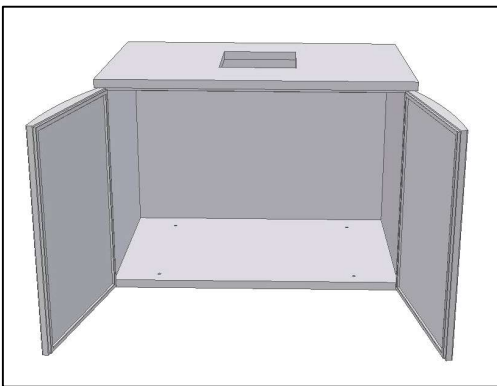

Abb. 8
- Führen Sie die **Türen (rechts und/oder links)** an der Boden- und Abdeckpaneele ein (Abb. 8);